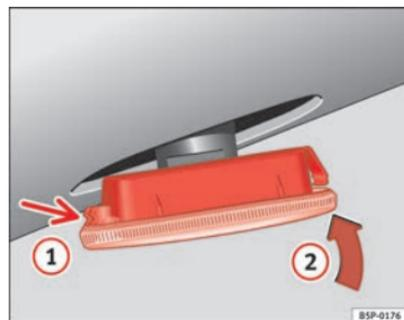

Fig. 198 Luz indicadora de mudança de direcção lateral
- Primeiro, coloque a luz indicadora de mudança de direcção no orifício da carroçaria, encaixando as patilhas ⇒ fig. 198, seta ①.
- Encaixar a lâmpada como indica a seta ② ⇒ fig. 198. ■